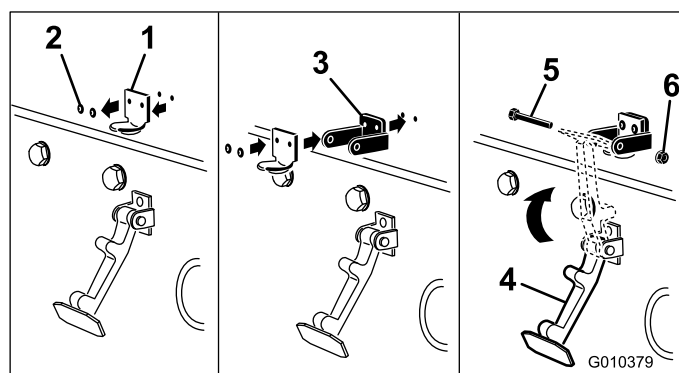

Figure 4
2. Retirez les (2) rivets qui fixent le support du verrou au capot (Figure 4). Enlevez le support du verrou du capot.
3. Alignez les trous de montage et positionnez le support du verrou CE et le support du verrou de capot sur le capot. Le support du verrou doit être appuyé contre le capot (Figure 4).
5. Accrochez le verrou sur son support (Figure 4).
6. Insérez un boulon (1/4 x 1-1/2") dans le support du verrou de capot et fixez-le avec un contre-écrou (Figure 4).